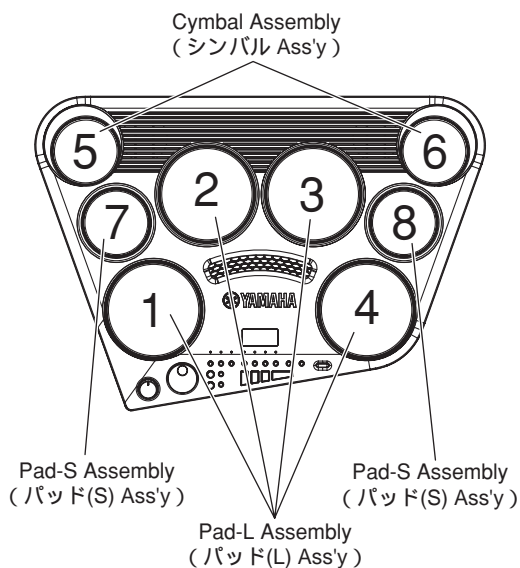

Fig.5 (図 5)
- 7-2-1 Pull a pad rubber off the panel as shown in Photo 2. (Fig.5, Photo 2)
- 7-2-1 写真2の様にパッドラバーを引っ張り、パネルから外します。(図5, 写真2)
(Fig.5, Photo 2)
(図5, 写真2)